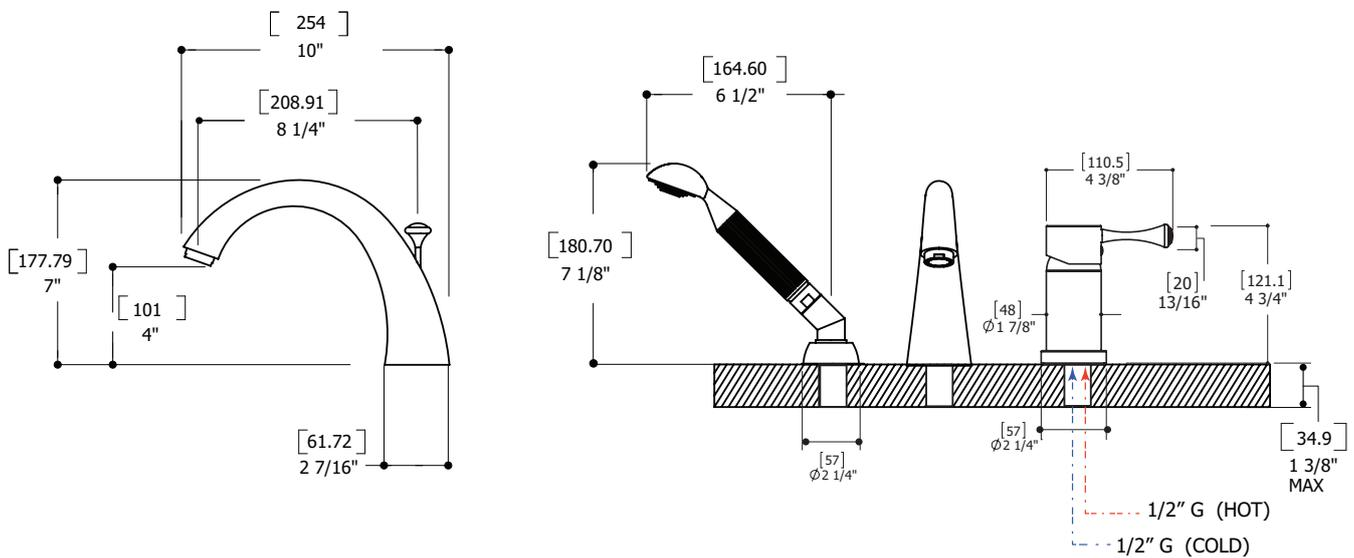

Fig.1
- !** - Prior to installation, pierce the required 3 holes onto your deckmount. Refer to Fig.1 for hole size.
- !** - Avant de débuter l'installation, percer les 3 trous requis sur la surface prévue. Se référer à la Fig.1 pour la dimension des trous.